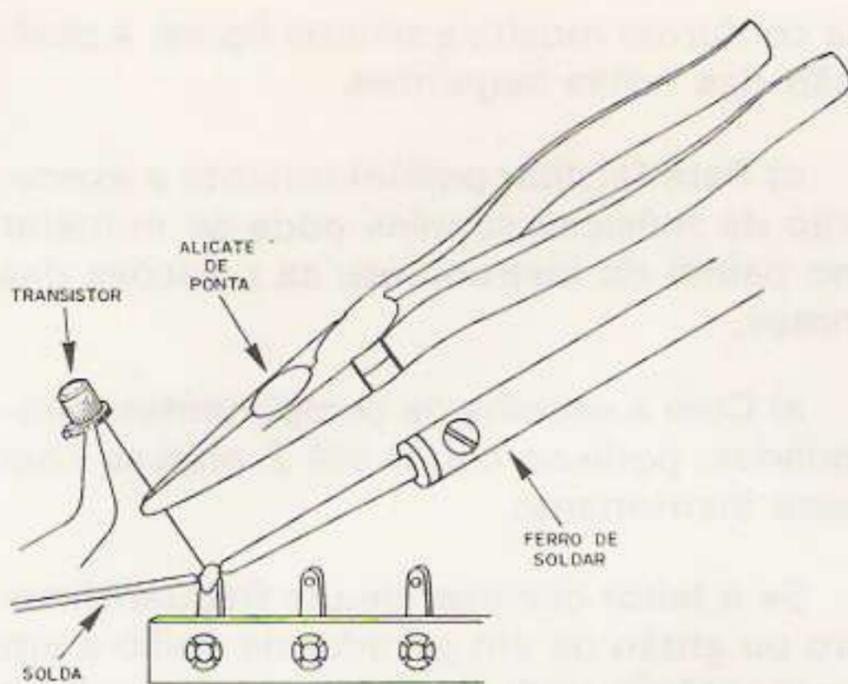

FIGURA 14
e) Solde os demais transistores observando suas posições e evitando também que o excesso de calor atinja seus corpos. Na figura 14 mostramos o procedimento para soldagem dos transistores evitando-se o excesso de calor.